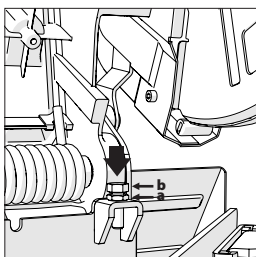

Fig. 14
- Lösen Sie die Kontermutter an der Anschlagsschraube für die Abwärtsbewegung. (**Abb. 14 Pos a**)
- Drehen Sie die Einstellschraube (**Abb. 14 Pos b**) heraus (entgegen dem Uhrzeigersinn), um die Abwärtsbewegung des Schneidkopfes zu verkürzen.